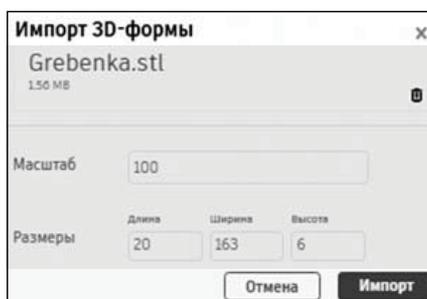

Рис. 31. Диалоговое окно загрузки файла
5. Задать масштаб фигуры, соответствующий рабочей плоскости (рис. 31)